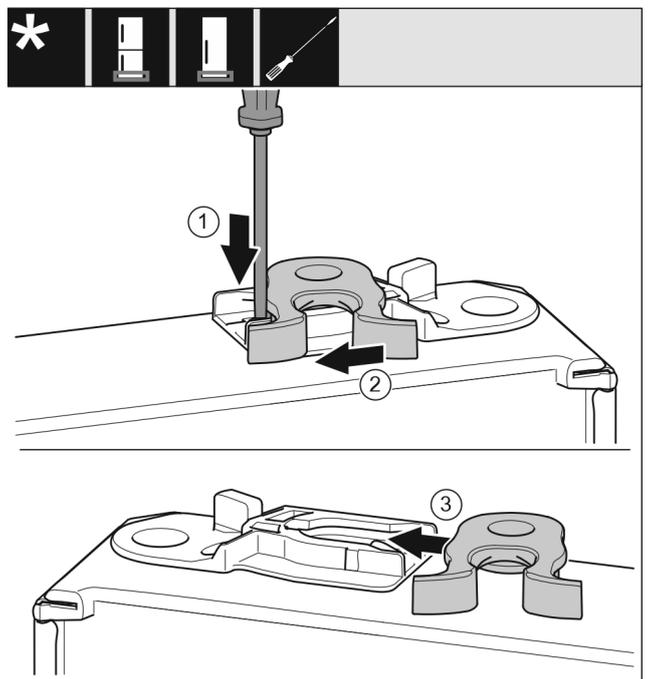

*Fig. 16*
- ▶ Volver a colocar la cubierta en el otro lado. *Fig. 16 (1)*